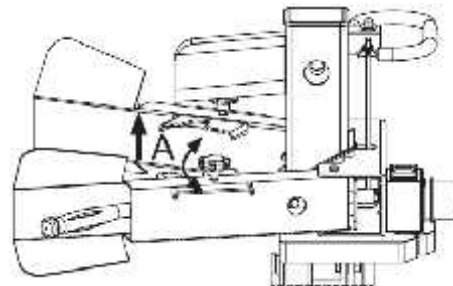

Fig.15
b) Réglez les supports de bûche (Fig.15 repère A) selon le diamètre de la bûche jusqu'à obtenir une prise en mains confortable des leviers de contrôle.
b) Adjust the Log Holders Claws (A) according to the diameter of the log to obtain most comfortable Control Levers angle (Fig.15).